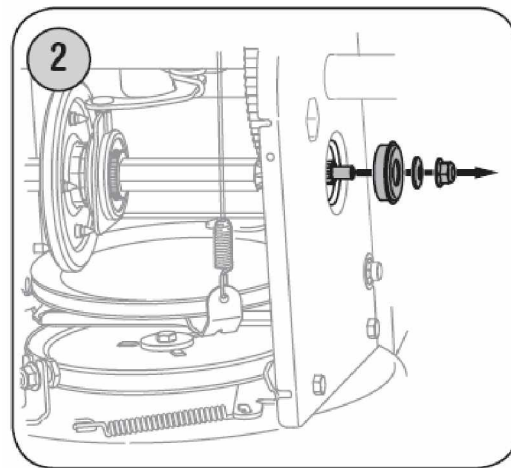

Рис. 32.
2. Аккуратно открутите шестигранную гайку и шайбу, которые крепят вал к раме снегоборщика и слегка наклоните конец вала для освобождения шарикового подшипника с правой стороны рамы. См. Рис. 32.